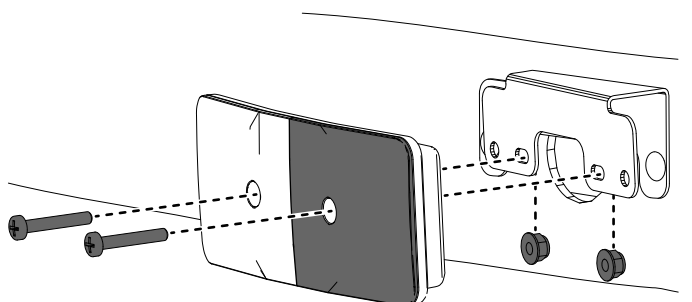

Figura 24
4. Instale as luzes nos suportes utilizando as ferragens removidas no passo 1 (Figura 24).